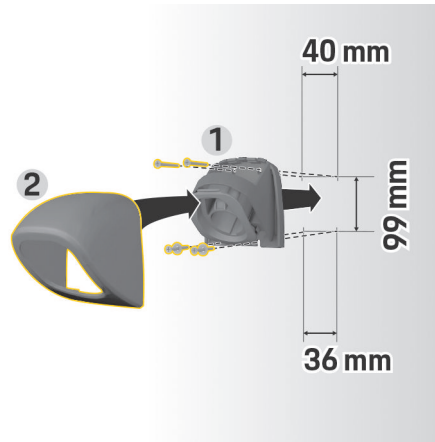

Fig. 118 Dimensões de perfuração
1. Remover o fecho do conector 1 (Fig. 118) da capa 2 (Fig. 118).
4. Aparafuse o fixador do conector 1 (Fig. 118) à parede.
5. Coloque a cobertura 2 (Fig. 118) no fixador do conector 1 (Fig. 118) a partir de baixo e empurre para cima.